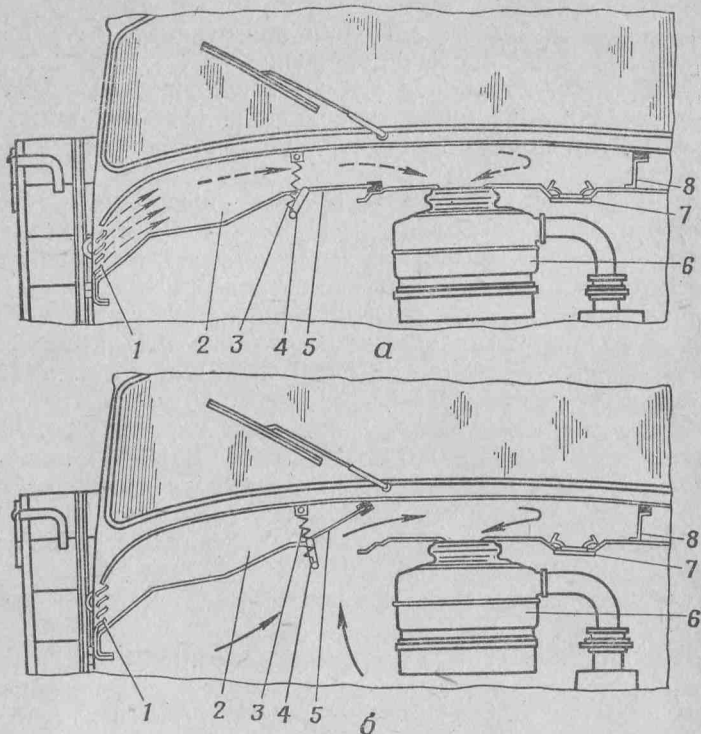

Рис. 1. Схема подвода воздуха к воздушному фильтру:
6. Чтобы исключить перерасход горючего, правильно пользуйся заслонкой 5 (рис. 1) воздушного канала капота автомобилей ЗИЛ-130 и ЗИЛ-131: канал 2 капота в теплое время года должен быть открыт, в холодное — закрыт.